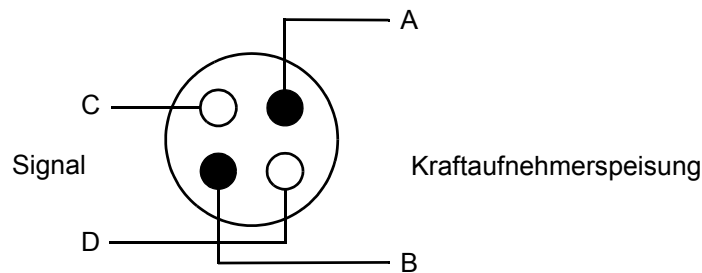

Abbildung 2-2. Belegung der Adern im Kraftaufnehmerkabel
- Als Kabel vom Kraftaufnehmer **muss ein stabiles, vieradriges Kabel** verwendet werden, siehe Abbildung 2-2. Signalkreis und Speisekreis müssen über Kreuz, diagonal, geschaltet sein.